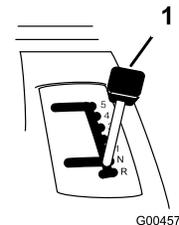

Figure 10
3. Mettez le levier de vitesse au point mort (Figure 10).